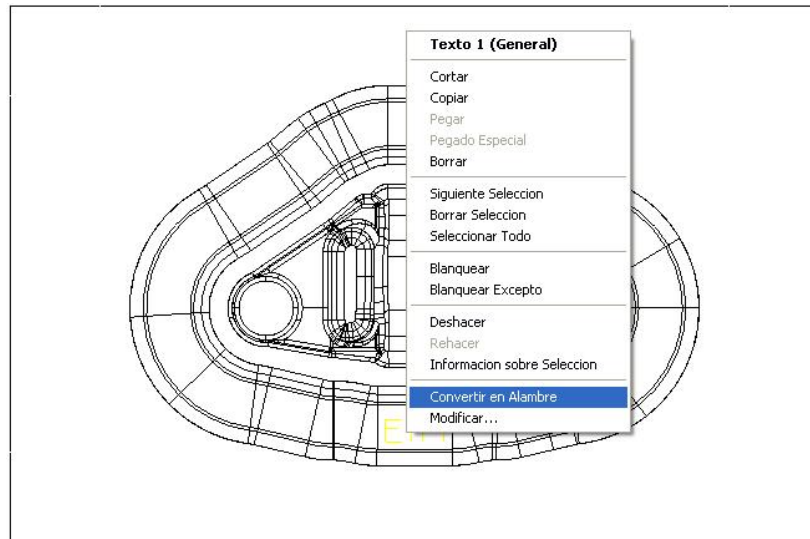

Figura 2.224 Convertir en Alambre el texto.
- Colocar el cursor sobre el texto y hacer clic derecho, seleccionar Convertir en Alambre (Figura 2.224).